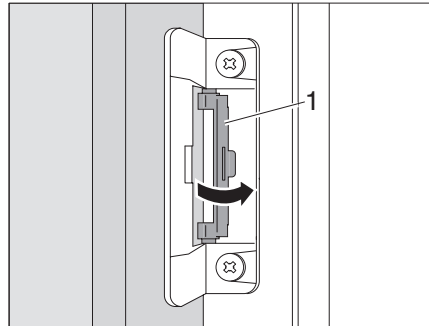

Bild 92 Arretierung in Ausgangslage zurück drehen
- ▶ Arretierung (Bild 92,1) in Ausgangslage zurück drehen.